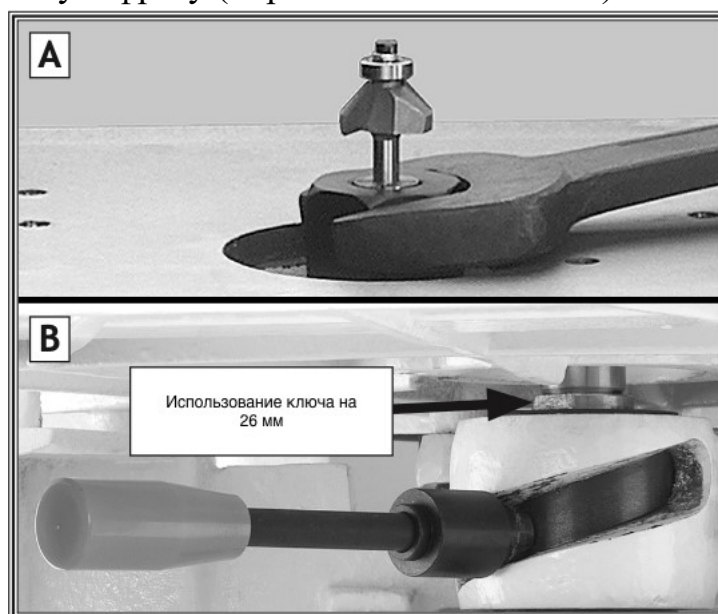

Рис. 22 Установка фасонной фрезы
5. Переместите ее под стол с помощью специального ключа на 26 мм и удерживайте шпиндель в неподвижном состоянии (обратитесь к Рис. 22-А). В это время используйте ключ на 30 мм, чтобы закрепить прокладку, которая удерживает фасонную фрезу (обратитесь к Рис. 22-В).